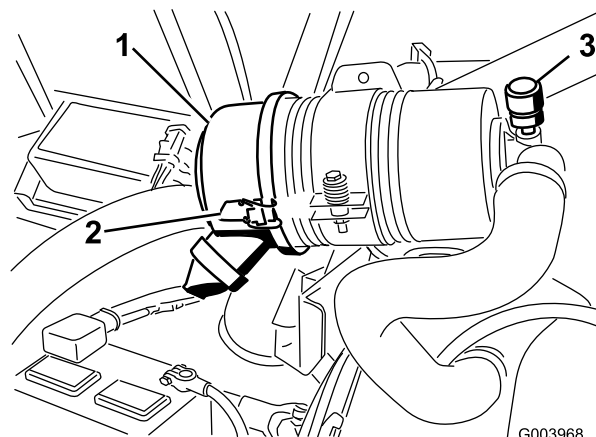

図 58
エア・クリーナの整備はインジケータ（図 58）が赤色になってから行ってください。早めに整備を行っても意味がありません。むしろフィルタを外したときにエンジン内部に異物を入れてしまう危険が大きくなります。
1. エア・クリーナのカバーをボディーに固定しているラッチを外す（図 58）。